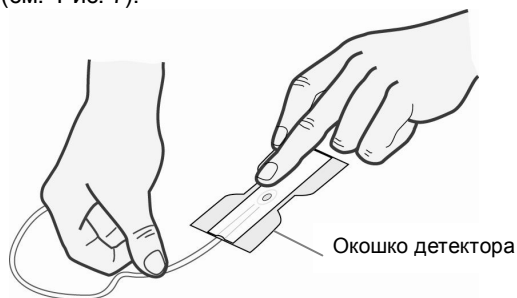

Рисунок 7
3. Направьте датчик так, чтобы палец сначала мог быть приложен к детекторной стороне датчика (см. Рис. 7).